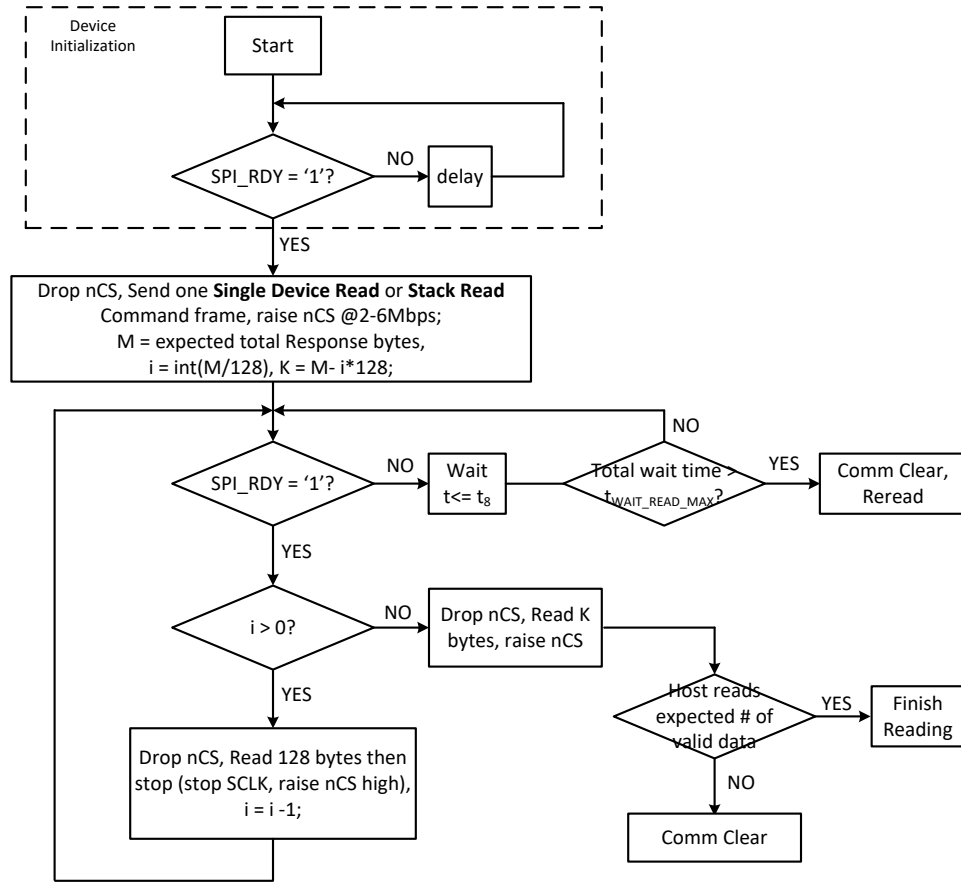

图 7-16. Flow Chart to Read from Device
- デイジー・チェーン・インターフェイスでの競合を回避するため、MCU は予期されるすべての応答フレームを受け取る (または待機タイマが満了する) まで待機してから、次のコマンド・フレームを BQ79600 に送る必要があります。図 7-16 のフローチャートを参照してください。
- 予定の時間 (図 7-16 の READ モードでの $t_{\text{SPI_RD_WAIT_MAX}}$ と、デバイスへの書き込みコマンド・フレーム送信中の $220\mu\text{s}$ のどちらか) を超えて SPI_RDY が Low である場合。この待ち時間が経過する前に、COMM CLEAR を送信しないでください。